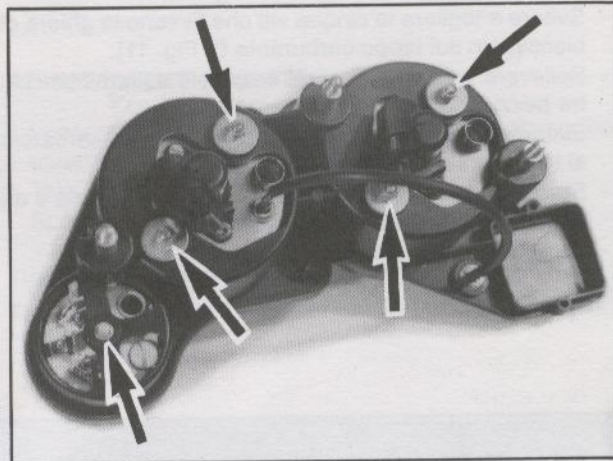

Fig. 8
- Per estrarre ogni singolo strumento dal cruscotto, è sufficiente svitare e togliere i rispettivi dadi (Fig. 8).
- For to remove each individual instrument from the dashboard, just unscrew and remove the respective nuts (Fig. 8).